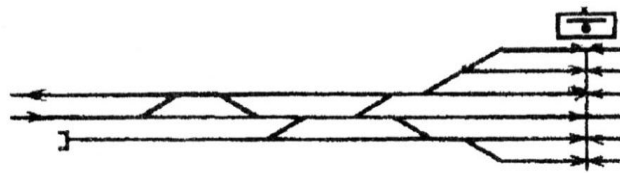

Рисунок 18
- 3 На схематическом плане станции (рисунок 18) произведите: